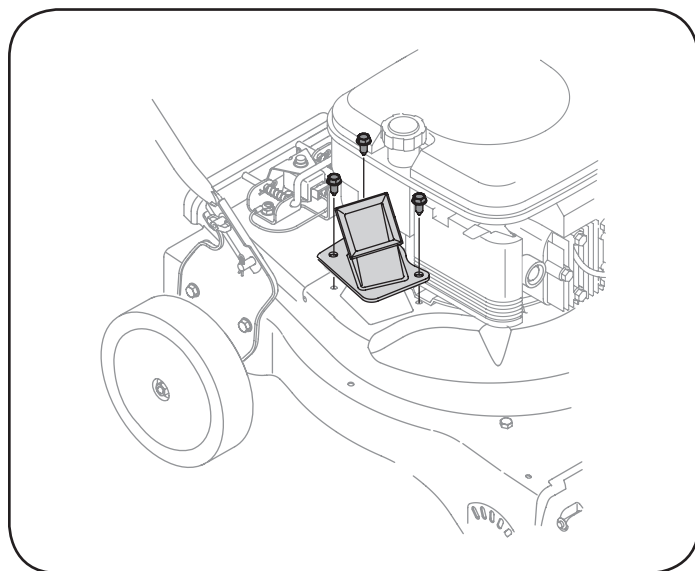

Figura 19
3. Ajuste los tres tornillos de cabeza hexagonal que sostienen el canal de la cortadora a la caja superior. Vea la Figura 19.